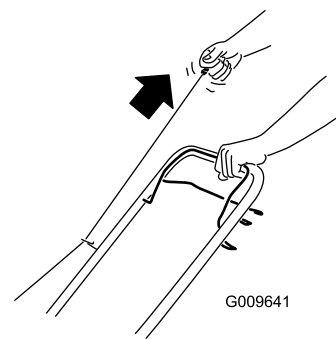

Figure 11
2. Tirez sur la poignée du lanceur (Figure 11).
**Remarque:** Tirez lentement la poignée du lanceur (Figure 11) jusqu'à ce que vous sentiez une résistance, puis tirez vigoureusement. Laissez le lanceur se rétracter lentement jusqu'à la poignée.